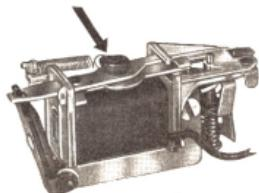

Fig. 1
1. Umschaltung für Ver- und Rückwärtsfahrt. Durch einen kurzen Druck auf den Fahrreglerknopf des MARKLIN-Transformators wird die Lokomotive von vorne auf Rückwärtsfahrt umgeschaltet. Um eine einwandfreie Umschaltung zu gewährleisten muß sich der Reglerknopf im Umschalthebel am Transistor auf die Bezeichnung „0“ zu stellen. Der Umschalter kann auch mit der Hand betätigt werden; der Handschalthebel ruht auf der rechten Seite aus dem Wasserkasten. Ist die Spannung des Lichtnetzes zu hoch, so schafft die Maschine bei schneller Fahrt von selbst um. In einem solchen Falle ist nach Abnahme des Lokomotivgehäuses (siehe Punkt 4) die Rückholfeder des Fahrtrichtungsschalters etwas zu spannen, ist die Spannung des Lichtnetzes zu niedrig, wechselt beim Betätigen des Fahrreglerkopfes am Transformator die Lokomotive die Fahrtrichtung nicht; die Spannung der Rückholfeder muß vermindert werden. Zum Spannen bzw. Nachlassen der Rückholfeder ist die auf dem Schallschieber befestigte Schraube zu lösen und der Federhaken entsprechend zu schwenken. Nach erfolgter Korrektur der Federspannung Schraube wieder festziehen (Fig. 1).
The locomotive will reverse itself automatically at high speed if the voltage in the lighting mains is too high, and in that case the reversing switch return spring must be tightened a little, taking off the locomotive casing to do so (see Point 4). The locomotive will not reverse at all if the voltage is too low, even though the controller on the transformer be used, and then the tension of the return spring must be eased. Tightening or easing the spring can be done by slackening the screw fixed to the switch slide and moving the spring holder around accordingly. Screw this screw up again lightly after the spring tension has been corrected. (Fig. 1).
Si la tension du secteur est trop élevée, on peut observer le phénomène d'autocommande. Pour y remédier, il suffit de tendre légèrement le ressort de rappel de l'inverseur après avoir démonté la locomotive (voir § 4). Si la tension du secteur est trop faible, le relais ne réagit pas aux actions sur le bouton du transformateur; il suffit dans ce cas de réduire la tension de ce ressort de rappel. Pour régler la tension du ressort de rappel il convient de défaire la vis qui fixe le crochet à la réglette de commande et de faire tourner le crochet dans le sens adéquat; après correction de la tension il faut resserrer la vis (fig. 1).
Si la tensión de la red de alumbrado es demasiado alta, la máquina cambiará sola de sentido de marcha al circular con mucha velocidad. En este caso y después de haber desmontado la caja de la locomotora [véase 4.º], se tenderá un poco más el muelle antagonista del interruptor para el cambio de sentido de la circulación. Por el contrario, si la tensión de la red es demasiado baja, la locomotora no cambia de sentido de circulación al actuar sobre el botón regulador de la marcha, montado en el transformador, por lo que debe reducirse la tensión del mencionado muelle antagonista. Para aumentar o reducir la tensión de dicho muelle se soltará el tornillo del cursor y, en conformidad con aquello, se combinará la posición del gancho del muelle. Una vez efectuada la corrección se apretará de nuevo el tornillo [fig. 1].
Se la tensione della rete-luce fosse troppo alta, la macchina, correndo veloce, scatta automaticamente. In questo caso, dopo aver tolto il mantello della macchina (vedi punto 4) tendere un poco di più la molletta di richiamo del relais. Se invece la tensione della rete-luce fosse troppo bassa, la direzione di marcia della macchina cambierà, comunque, secondo il sistema di comando del trasformatore; in questo caso la tensione della molletta di richiamo del relais deve essere diminuita. Per la maggiore o minore tensione della molletta è necessario svitare la vite sul commutatore d'inversione e cambiare adeguatamente l'attacco del gancio. Dopo effettuata la rettifica della tensione della molletta, avvitare nuovamente la vite. (Fig. 1).